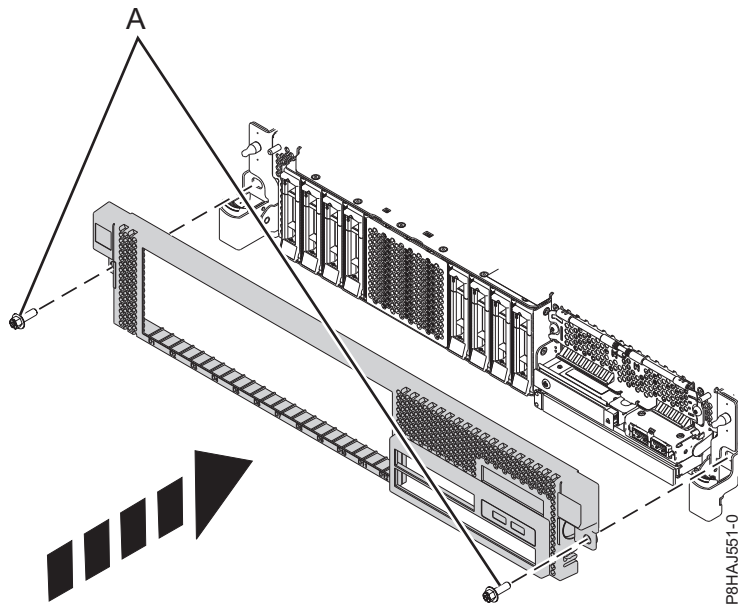

Figura 14. Instalación de la cubierta frontal
3. Cierre los pestillos de liberación empujando en la dirección que se muestra en Figura 14 en la página 34. La cubierta se insertará en su posición y dispone de una hendidura que le permite sujetarla más fácilmente.
4. Sustituya los tornillos de envío (A).